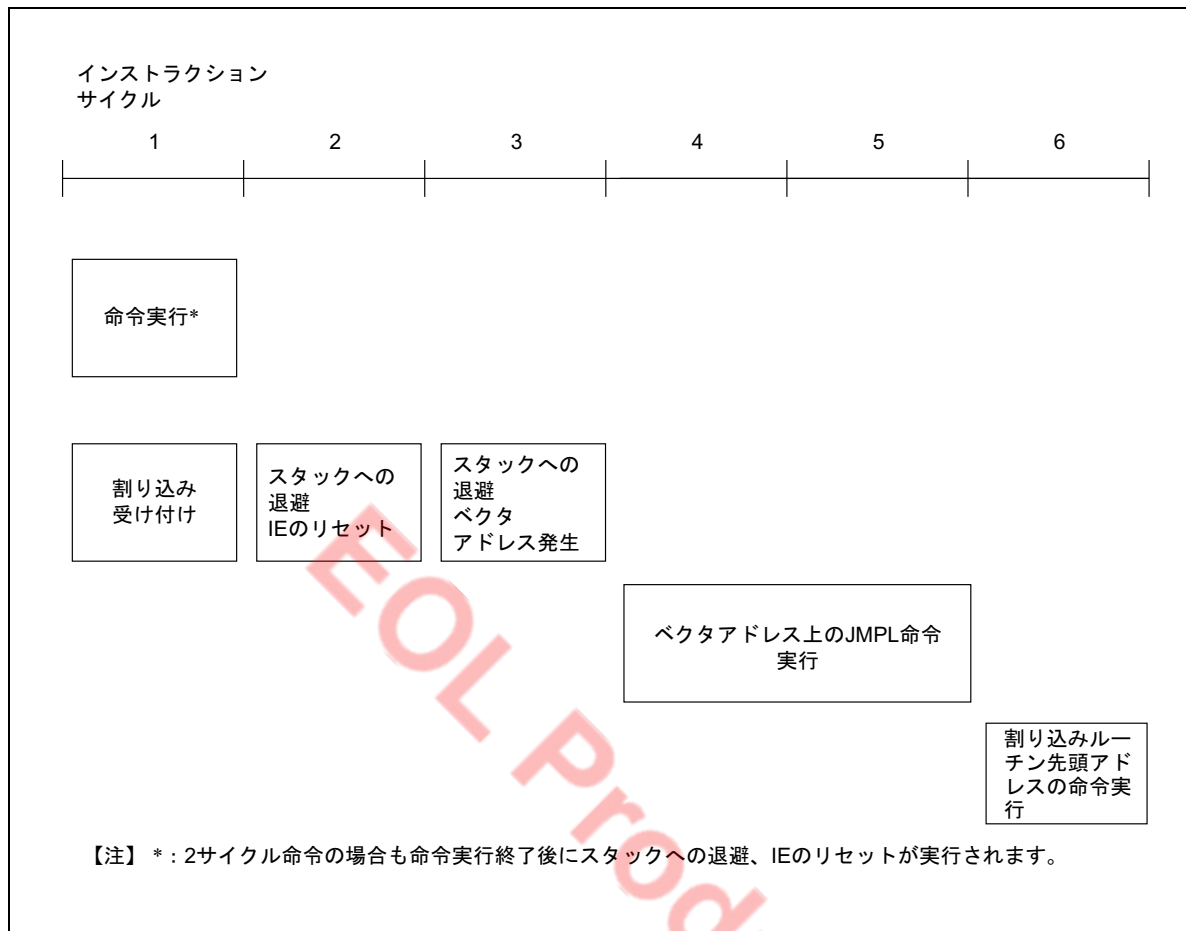
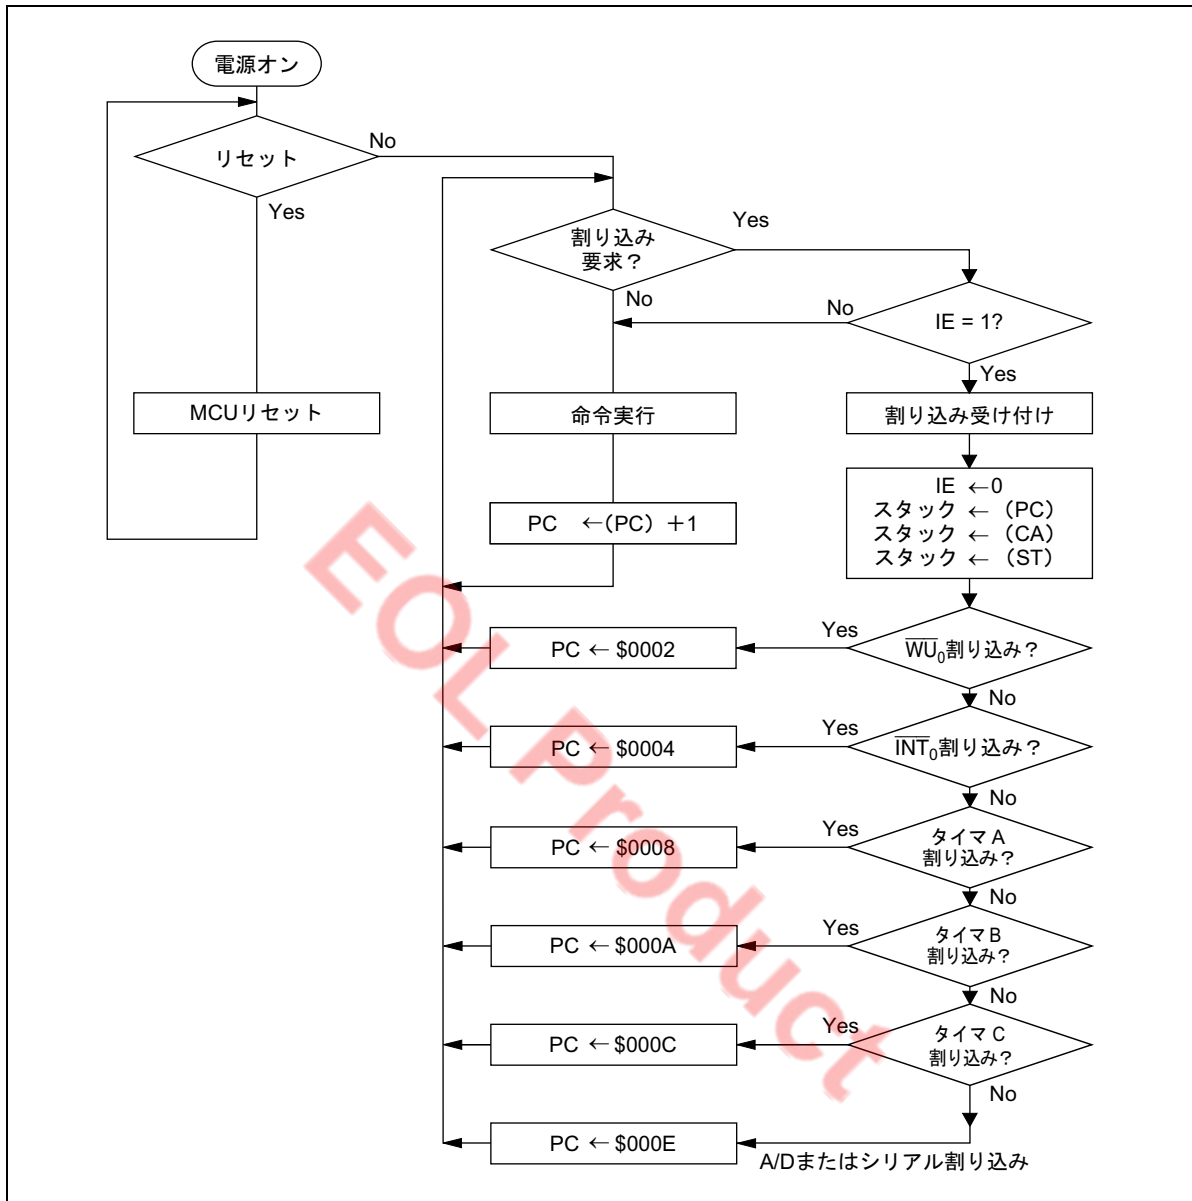

図9 割り込みシーケンス
図 10 割り込み処理フローチャート
割り込み処理シーケンスを図 9 に、割り込み処理フローチャートを図 10 に示します。割り込みが受けられると、1 サイクル目では直前の命令実行が完了します。2 サイクル目では、割り込み許可フラグ (IE) がリセットされます。2 サイクル目と 3 サイクル目ではキャリとステータスおよびプログラムカウンタの内容がスタックに退避されます。3 サイクル目では、ベクタアドレスにジャンプして命令の実行が再開されます。